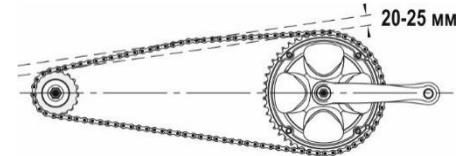

Рисунок 4. Перевірка натягу ланцюга
- Під час регулювання заднього колеса необхідно встановити правильний натяг ланцюга. Якщо натяг занадто слабкий, ланцюг може спадати з зірочок, якщо занадто сильний – прискорюється знос ланок ланцюга та зірочок. При правильному натягу ланцюга його верхню гілку можна відтягнути у середній частині між зірочками на 20-25 мм (див. рис. 4).